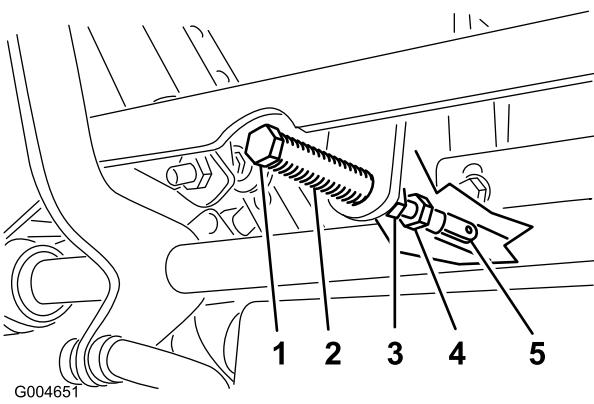

Figura 63
5. Tirate indietro la leva finché il cavallotto con testa (sul braccio sottostante l'albero di articolazione) non tocca l'estremità della scanalatura (inizie a premere sulla molla) (Figura 63).
7. Se occorre regolare, allentate il dado e il controdado contro la forcella (Figura 63).
8. Premete leggermente indietro la leva di comando del movimento e girate la testa del bullone di regolazione nella direzione opportuna finché la leva di comando non si trova al centro, in posizione di bloccaggio in folle (Figura 63).
9. Serrate il dado e il controdado (Figura 63).
9. Serrate i controdadi dei giunti a sfera (Figura 63).